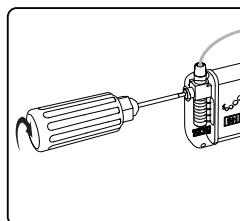

Abbildung 6: Die Elektrode durch Festziehen der Stellschraube auf die Rückhaltehülse im Uhrzeigersinn befestigen.
- 5. Den Drehmomentschlüssel vollständig in das Loch an der Anschlussleiste des Neurostimulators einführen. Die Stellschraube durch Drehen des Drehmomentschlüssels im Uhrzeigersinn festziehen, bis ein Klicken vernehmbar ist (**Abbildung 6**).